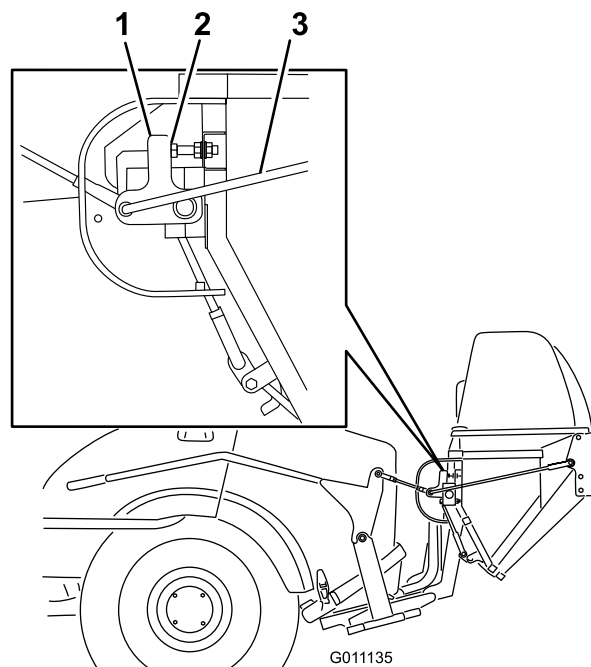

Рисунок 40
3. При закрытой двери необходимо отрегулировать упорные болты таким образом, чтобы контактный рычаг был направлен строго вверх и вниз (Рисунок 40).
4. Если требуется регулировка, ослабьте гайки и отрегулируйте упорные болты (Рисунок 40).
5. После регулировки упорных болтов длину тяг шарнира можно настроить так, чтобы обеспечить полное закрывание двери и надлежащее усилие на рукоятке. Увеличьте длину тяг, чтобы снизить усилие. Сократите длину тяг, чтобы увеличить усилие (Рисунок 40).